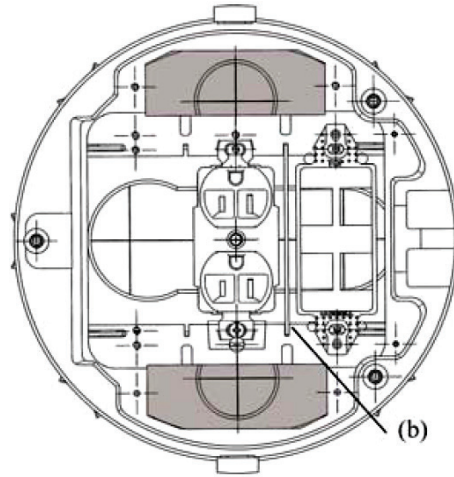

Fig. 4
4. For perimeter cover plates and devices (shaded areas in Fig.4), a flexible steel conduit (g) is available to join all power or all data cables to a standard junction box (d). Attach box (m) to bottom of can as shown using (2) pan head screws provided (f). Attach conduit adapters (n) to boxes (d) and (m). In applications where the perimeter plates are NOT all power or all data – connect conduit to box (m) or standard junction box (d) separately.
b. Insert divider (b) between power and data devices at center, See Fig. 3. Center section may be all data, all power or divided 1/3-2/3 as shown in fig.4.
- Pour les plaques de couverture et dispositifs périphériques (sections ombragées de la Fig. 4), un conduit métallique flexible (g) est disponible pour joindre tous les conducteurs d'énergie ou de données à une boîte de dérivation standard (d). Fixer la boîte (m) à la base de la boîte selon l'illustration à l'aide des (2) vis à tête cylindrique fournies (f). Fixer les adaptateurs de conduit (n) aux boîtes (d) et (m). Dans les applications où les plaques périphériques NE sont PAS toutes réservées à l'énergie ou aux données - raccorder la boîte de conduit (m) ou la boîte de dérivation standard (d) de façon distincte.
- Insérer le séparateur (b) entre les compartiments d'énergie et de données, consulter la Fig. 3. La section centrale peut être réservée aux données, à l'énergie ou répartie 1/3-2/3 selon l'illustration de la Fig. 4.
4. Para placas y dispositivos perimetrales (áreas sombreadas en la Fig. 4), hay disponible un conducto de acero flexible (g) para agrupar los cables de alimentación o de datos a una caja de derivación estándar (d). Fijar la caja (m) al fondo de la carcasa como se muestra usando (2) tornillos de cabeza redonda provistos (f). Fijar los adaptadores de conducto (n) a las cajas (d) y (m). En aplicaciones donde las placas perimetrales NO son todas para alimentación o para datos, conectar el conducto a la caja (m) o a la caja de derivación estándar (d) de manera separada.
b. Colocar el separador (b) entre los lados de alimentación y datos, ver Fig. 3. La sección central podrá ser toda de datos, toda de alimentación o una combinación 1/3-2/3 de ambas, tal como se muestra en la Fig. 4.